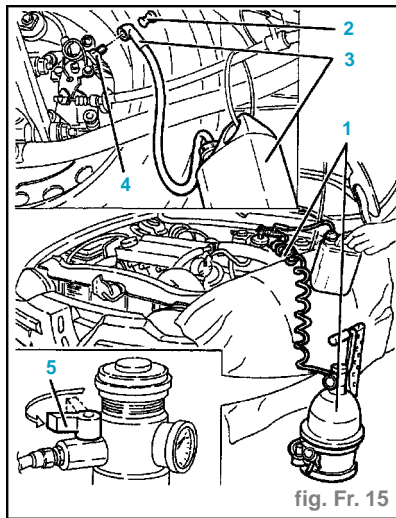

fig. Fr. 15
- Brancher l'outillage (1) au réservoir du liquide de freins-embrayage (fig. Fr. 15).